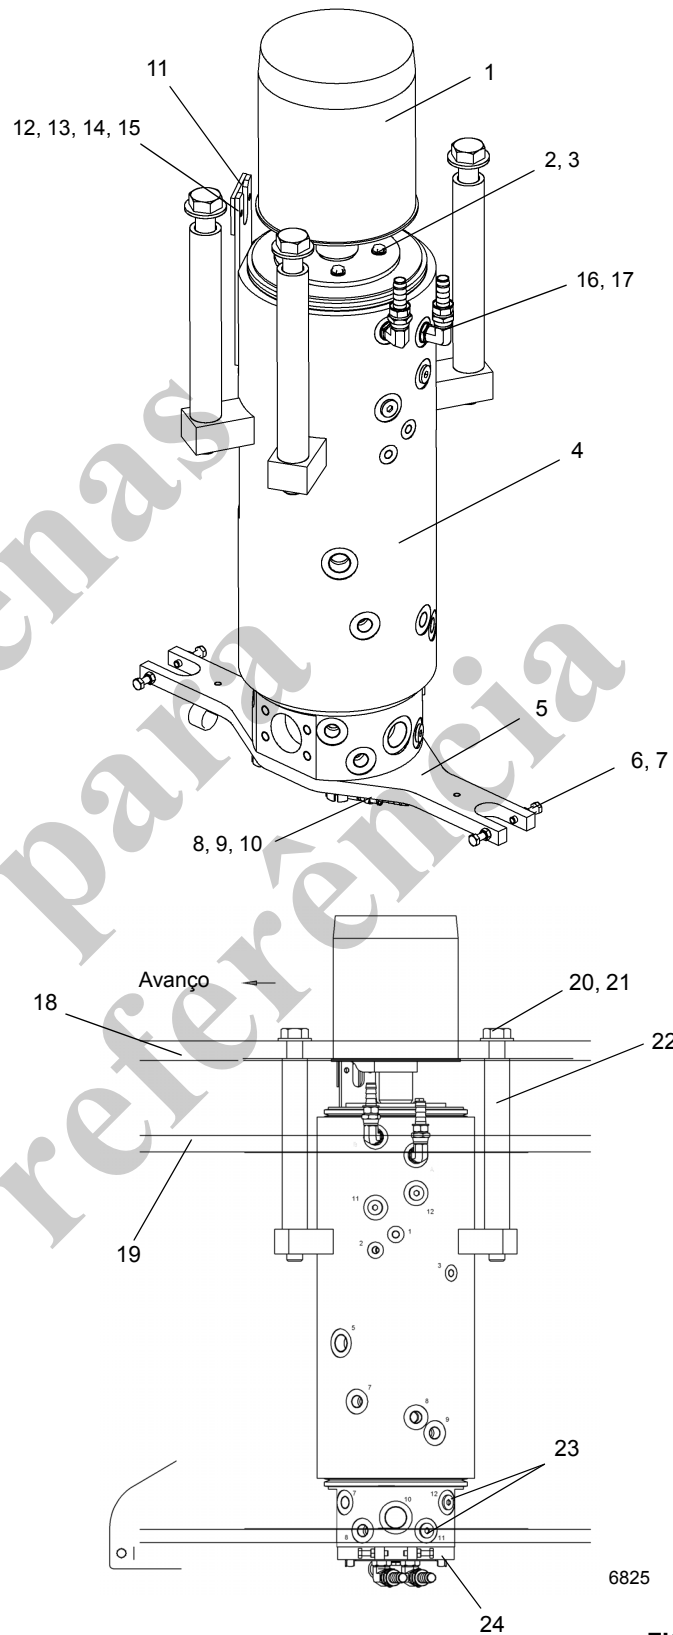

FIGURA 6-5
- Usando calços, ajuste a folga movendo os conjuntos de acionamento do giro em direção ao mancal, para que o pinhão se engate nos dentes da engrenagem de coroa (consulte a Figura 6-5).
O conjunto da rótula (Figura 6-5) consiste em uma rótula hidráulica de 10 entradas, uma rótula de água de 2 entradas, uma rótula refrigerante de 2 entradas e uma rótula elétrica com anel deslizante de 20 condutores. Conexões sólidas não podem ser usadas para transferir óleo, água quente do aquecedor e eletricidade entre o transportador e a superestrutura devido ao giro contínuo de 360 graus. O uso de rótulas executa eficientemente essas funções.